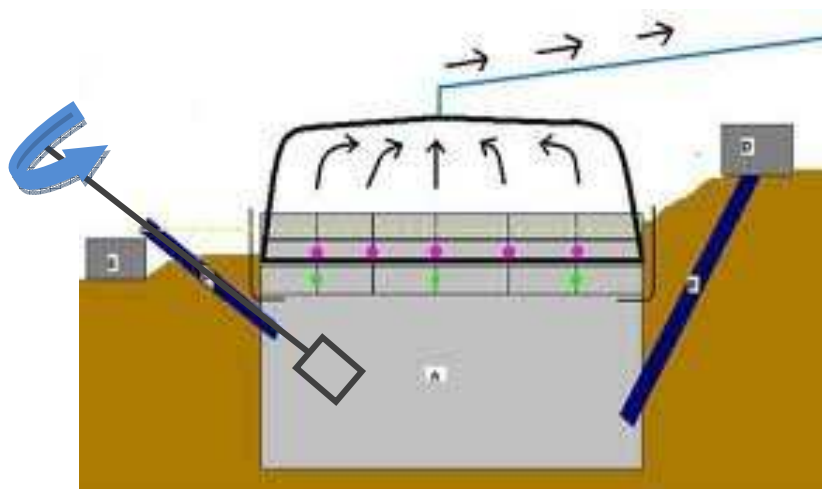

Figura D.5.- Sistema de mezclado biodigestor de cúpula fija.[6]
2. La figura D.5 muestra el método de mezclado para el biodigestor cúpula fija: